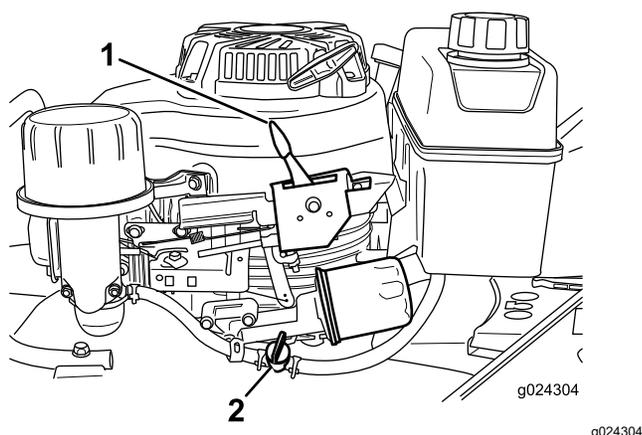

Рисунок 16
2. Откройте топливный клапан, переместив его рычаг **вправо** (Рисунок 16).
Примечание: Закройте топливный клапан, передвинув рычаг топливного клапана (Рисунок 16) **влево**, если вы не будете вскоре запускать двигатель.